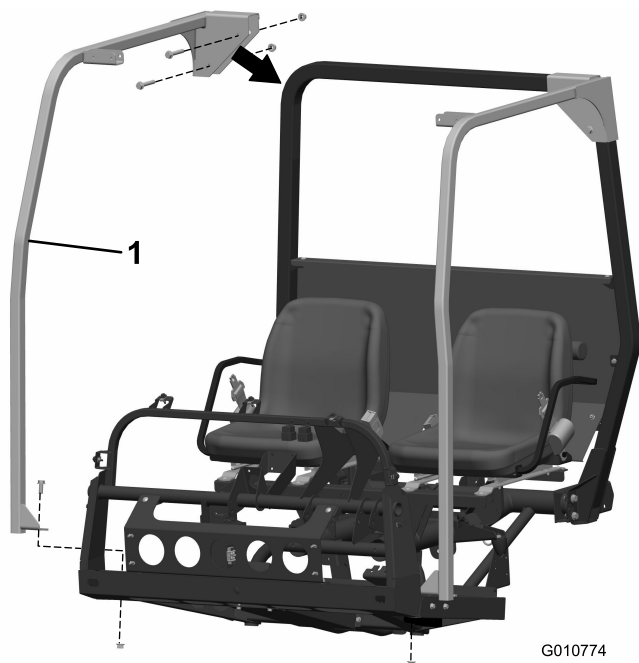

Рисунок 1
2. Выверните два болта с фланцевыми головками и гайки с фланцами, которые крепят правую стойку конструкции ROPS к защитной дуге (Рисунок 1).